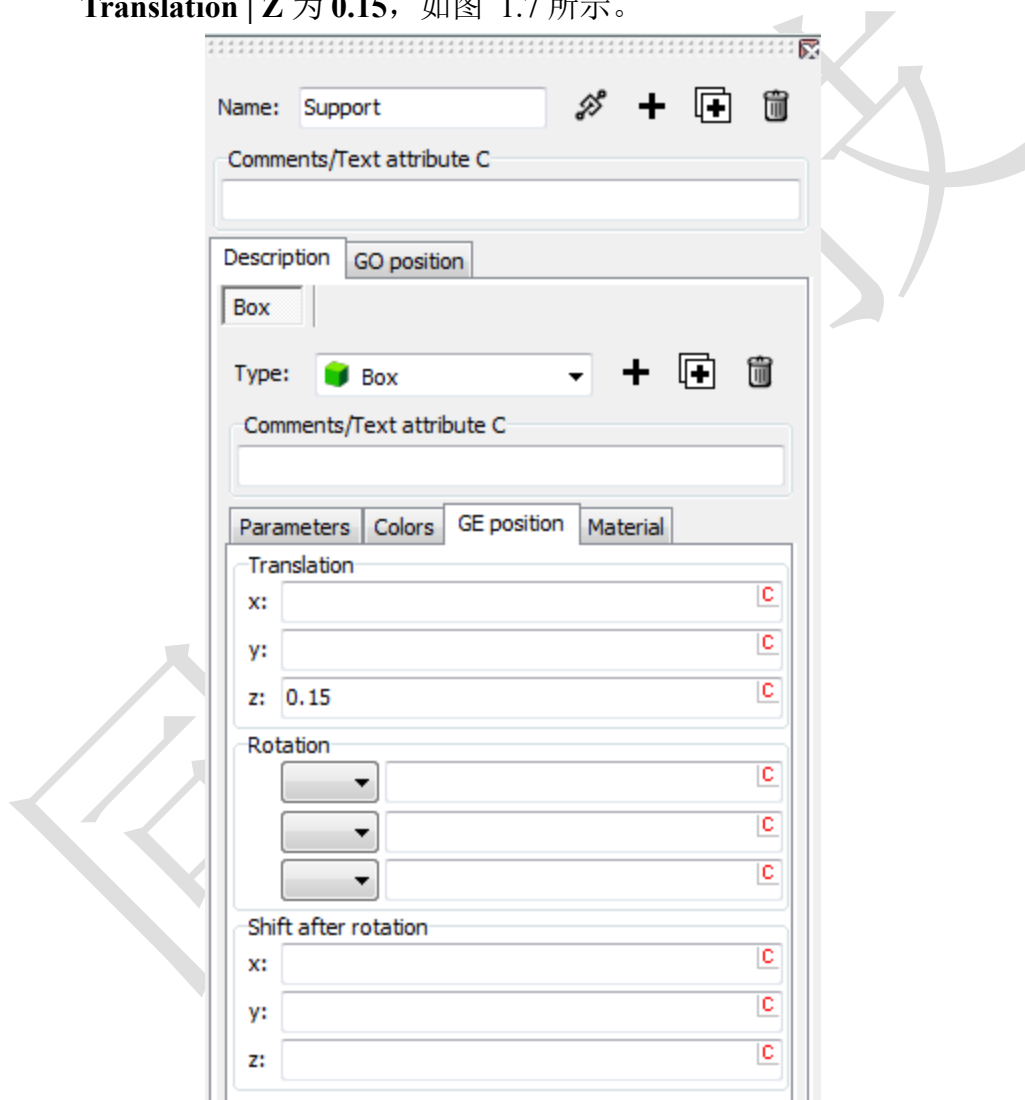

图 1.7 设置图形元素位置
3. 切换到 **GE Position** 页面（注：不是 GO position），设置垂向移动距离 **Translation | Z** 为  $0.15$ ，如图 1.7 所示。